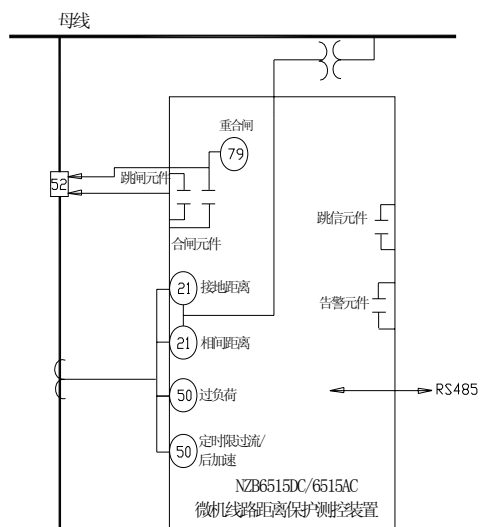

图 5: NZB6515DC/ NZB6515AC 功能配置图
1.3.5 Nzb6515DC/ Nzb6515AC微机线路距离保护装置，功能配置见图5